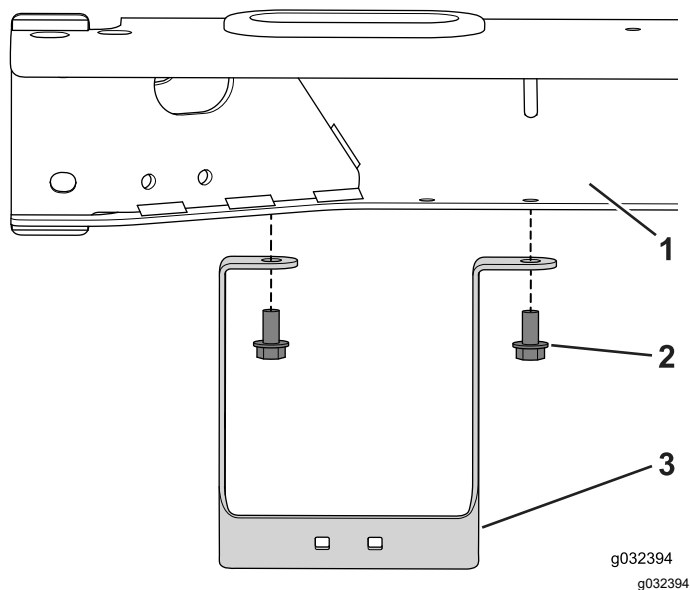

Figure 17
1. Fixez le support au cadre à l'aide des 2 boulons (5/16 x 5/8 po) (Figure 17).